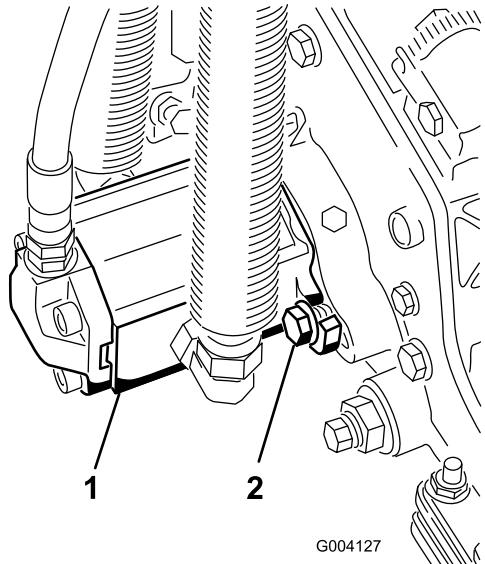

**Figura 14**
7. Prenda a corrente do braço de elevação ao suporte da corrente da unidade de corte (Figura 14) com o pino de encaixe da seguinte forma: